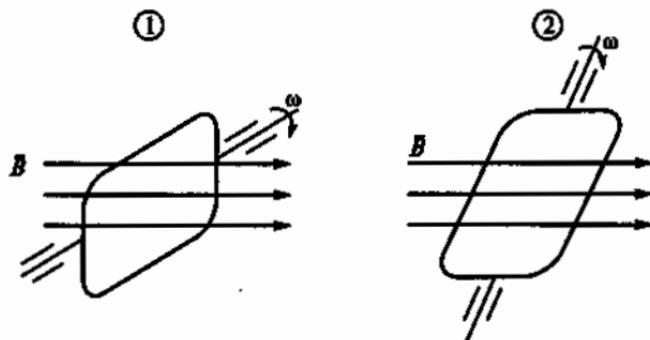

Рис. 49
2.23. Указать на рис. 49 положение рамки, вращающейся в однородном магнитном поле, при котором индуктируемая в ней ЭДС максимальна.